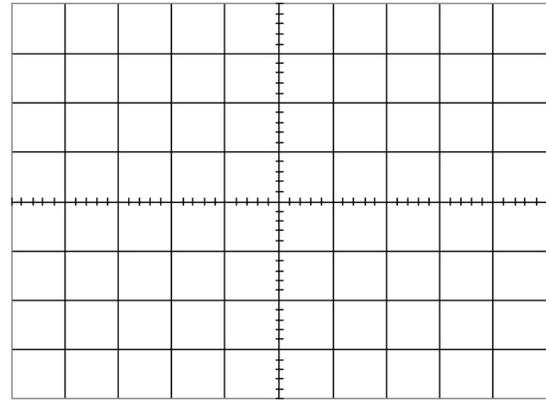

Figura 4. Quinto passo letra a.
- a) Obtenha uma onda quadrada com $1V_{pp}$ e $50kHz$ e desenhe a forma de onda obtida na figura 4.